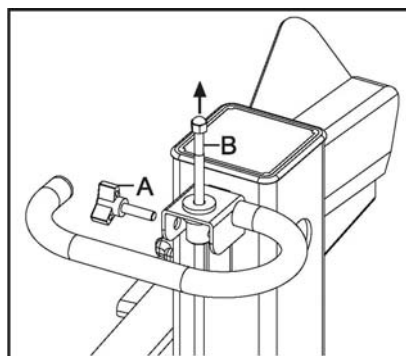

Fig.13
1. Mueva la cuña de corte a la posición deseada. La posición superior del recorrido debe ser de unos 3~5 cm sobre los troncos que se vayan a cortar (Fig.13).
3. Afloje el tornillo de ajuste (A) con la llave L. Levante la varilla de ajuste (B) hasta que la varilla de ajuste (B) justo quede retenida por la acción del resorte en el interior. Apriete el tornillo de ajuste (A).